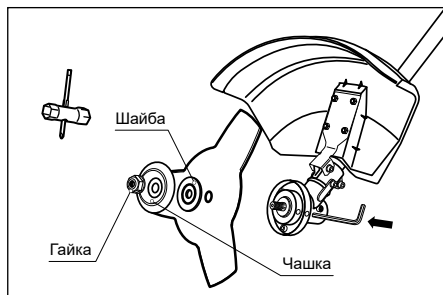

Рис. 7
1. Совместите отверстие во фланцевой шайбе с отверстием в чашке редуктора (рис. 7). Вставьте металлический стопорный стержень в отверстие чашки редуктора и в отверстие фланцевой шайбы.
3. Установите режущий нож на фланцевую шайбу. Убедитесь, что режущий нож правильно отцентрирован и лежит на проточке шайбы. Установите прижимную шайбу. Установите на вал чашку крепления (рис. 7).